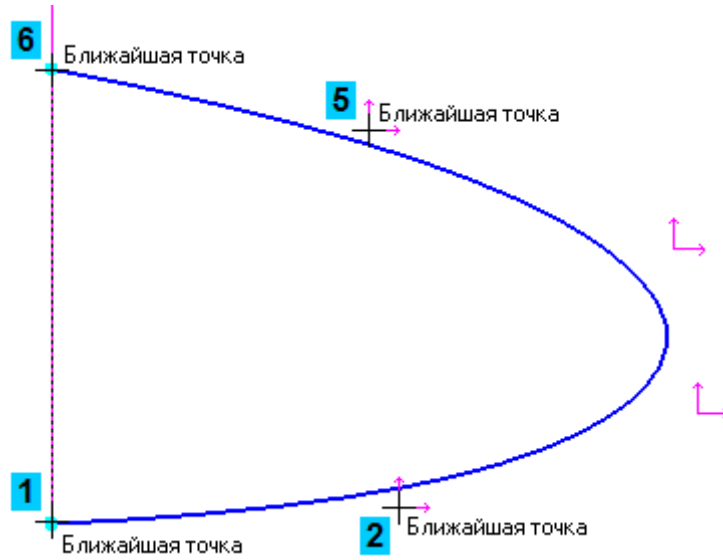

Рисунок 14.
- Попарно укажите точки 1–2 и 5–6 (рис. 14).